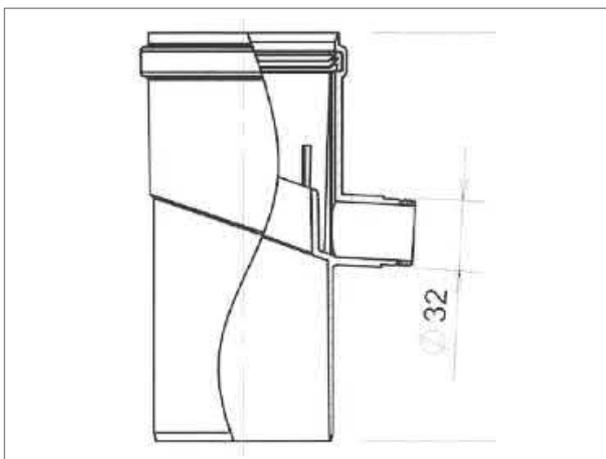

Figure 17 - Récupérateur de condensats
- Ajouter un récupérateur de condensats (figure 17).